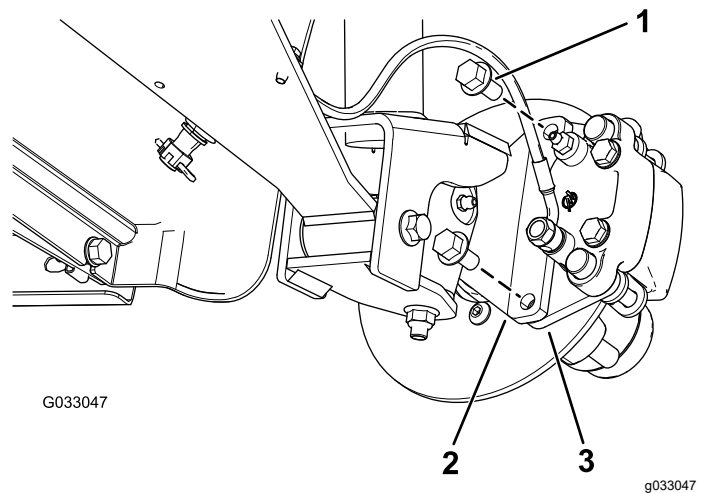
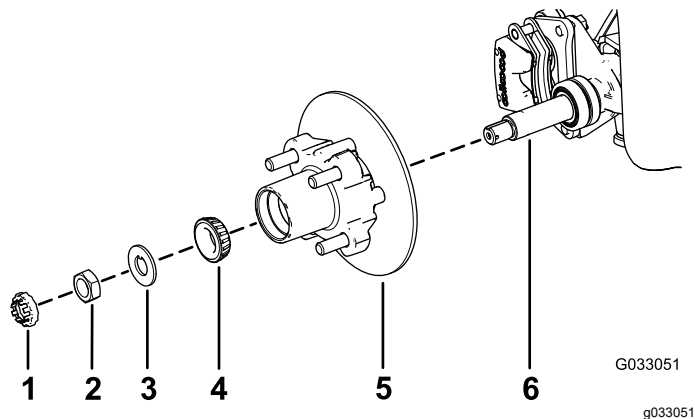

Figure 26
Figure 30
3. Retirez les boulons à embase ($\frac{3}{8}$ " x $\frac{3}{4}$ ") qui fixent le support du frein à la fusée et séparez le frein de la fusée (Figure 26).
1. Appliquez une fine couche de la graisse spécifiée sur la fusée (Figure 30).
2. Montez le moyeu et le rotor sur la fusée en plaçant le rotor à l'intérieur (Figure 30).
3. Montez le roulement extérieur sur la fusée et poussez le roulement contre la bague (Figure 30).
4. Montez la rondelle-frein à languette sur la fusée (Figure 30).
5. Vissez l'écrou de fusée sur la fusée et serrez l'écrou à 15 N·m tout en tournant le moyeu pour bien asseoir le roulement (Figure 30).
2. Alignez les plaquettes de frein de chaque côté du rotor (Figure 26) et alignez également les trous dans le support d'étrier et ceux de la fixation du frein sur le porte-fusée (Figure 30).
3. Fixez le support d'étrier au porte-fusée (Figure 26) à l'aide de 2 boulons à embase ($\frac{3}{8}$ " x $\frac{3}{4}$ ""). Serrez les 2 boulons à embase à un couple de 47 à 54 N·m.